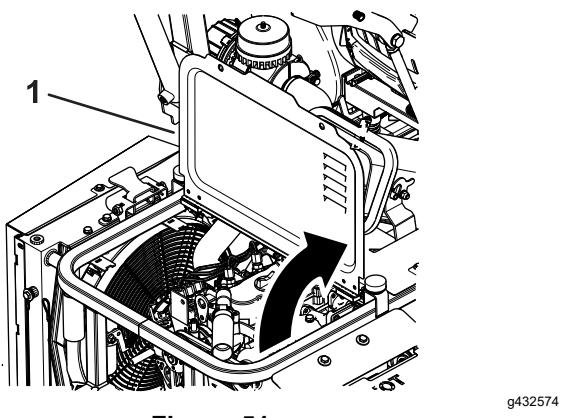

Figura 51
2. Retire os fixadores e levante a cobertura para ter acesso ao motor (Figura 51).